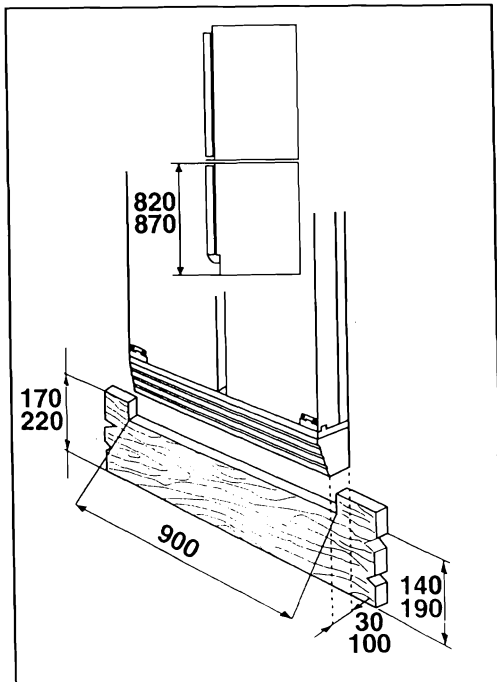

Abb. 17
- Bei einer Sockelhöhe von 140 bis 170 mm eine Aussparung wie angezeigt vornehmen (Abb. 17).
- Bei einer Sockelhöhe von 190 bis 220 mm eine Aussparung wie angezeigt vornehmen (Abb. 17).